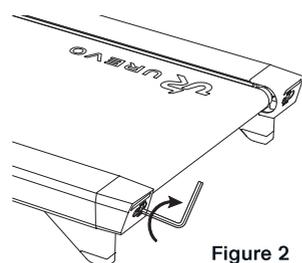

Figure 2
- Si la courroie de marche s'est décalée vers la droite, utilisez la clé hexagonale pour tourner la vis du rouleau tendeur droit de 1/4 de tour dans le sens horaire (voir figure 2).